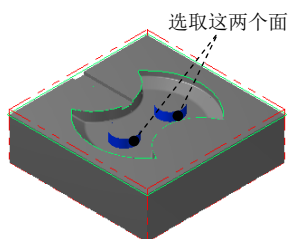

图 22.34 选取加工面
(1) 在图形区中选取图 22.34 所示的两个面，按 Enter 键，系统弹出“刀具路径的曲面选取”对话框。